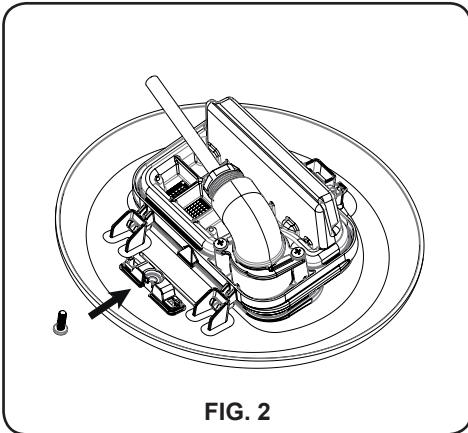

FIG. 2
1. Colocar o parafuso de plástico de cor preta atrás do embelezador (ver Fig. 2).